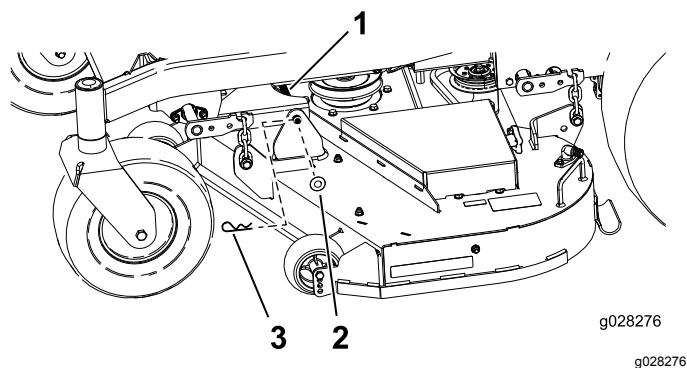

Figura 73
6. Retire la chaveta y la arandela que sujetan el pasador de enganche al bastidor y a la carcasa; retire el pasador de enganche (Figura 73).
9. Sujete el perno de enganche con las chavetas y las arandelas que retiró anteriormente (Figura 73).